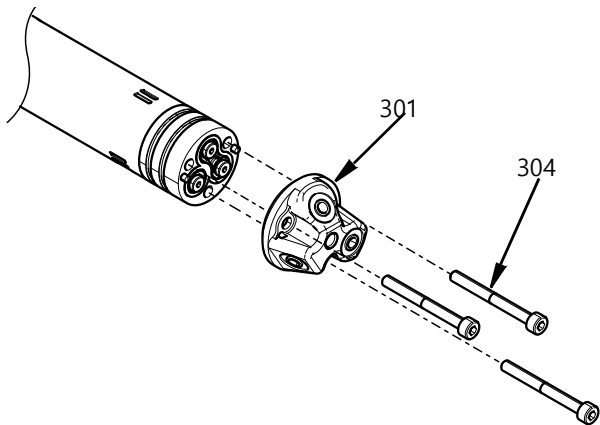

FIG. 30
10. 중앙 본체에 볼트로 고정된 M4 나사(304)를 사용하여 노즐 헤드(301)를 어댑터에 부착합니다. 29.2 in-lbs(3.3 N•m)의 토크로 조입니다. FIG. 30를 참조하십시오.